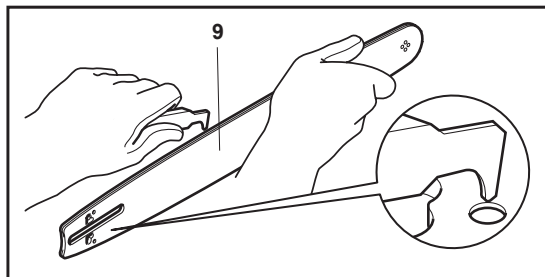

Fig. 38
3. Compruebe el engranaje de transmisión (7). Si está desgastado o dañado debido al esfuerzo, deberá sustituirlo un centro de servicio autorizado o personal cualificado.
4. Limpie los residuos de los raíles de la espada (9) con un destornillador, una espátula, un cepillo de alambre u otra herramienta similar. Esto mantendrá abiertos los conductos de aceite para suministrar la lubricación adecuada a la espada (9) y a la cadena (8) (Fig. 38).